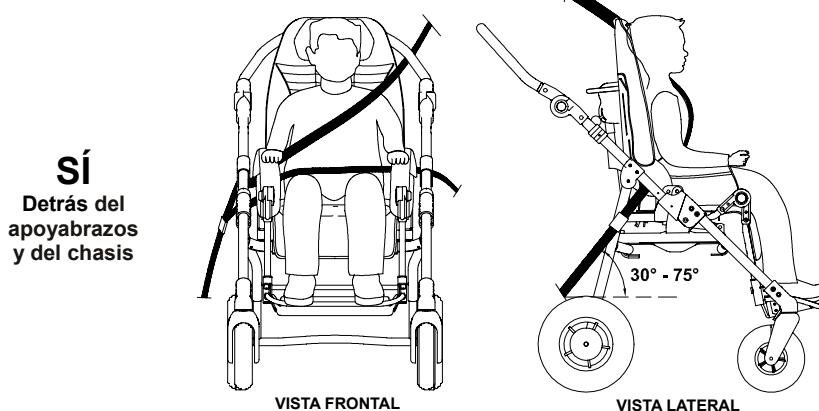

fig. 5
- **para que funcionen eficazmente, los cinturones de sujeción deben adherirse bien al cuerpo del niño:** prestar atención para que los componentes o las piezas de la silla de paseo, como las ruedas o los laterales no los alejen (ver fig.5 y 6 pág.16)
- **el cinturón torácico debe colocarse sobre los hombros,** (ver fig.5 pág.16)
¡ATENCIÓN! El cinturón pélvico debe colocarse bajo, de tal modo que el ángulo del mismo se encuentre en la zona preferida de 30 a 75 grados (ver fig. 5). De todos modos, es preferible un ángulo mayor en el interior de la zona indicada